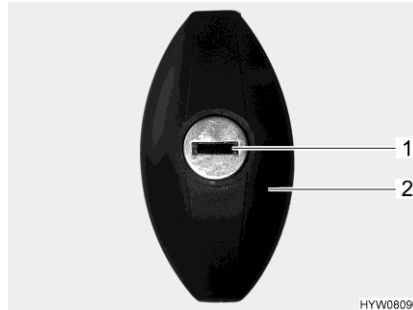

Fig. 37 Serratura dello sportello
- Inserire la chiave nel cilindro della serratura (Fig. 37,1) e ruotare in senso antiorario di un mezzo giro. La maniglia della serratura (Fig. 37,2) scatta all'infuori.